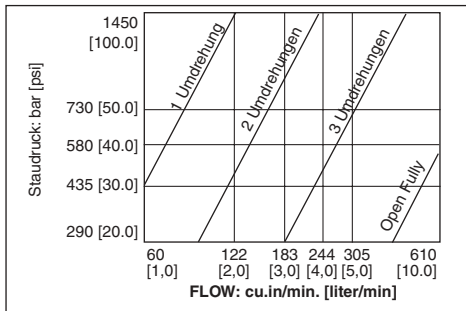

Abbildung 3: Staudruck und Durchflußdrosselung G – F (s. Abb. 1)
Staudruck	Siehe Abb. 3.
3. Für eine geringere Durchflußbeschränkung die Drosselklappe gemäß dem G-F-Graphen des Diagramms „Staudruck und Durchflußdrosselung“ wieder herausdrehen. (Siehe Abb. 3)